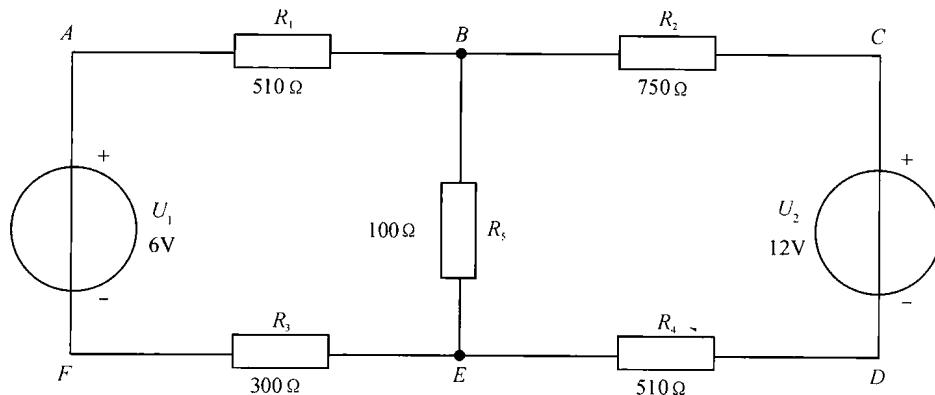

图 2-1 测量电位及电压的实验电路
按图 2-1 所示连接实验电路, 分别将两路直流稳压电源  $U_1$  和  $U_2$  接入电路, 调节电压源的电压, 使  $U_1 = 6V$ ,  $U_2 = 12V$ 。实验步骤如下。
在图 2-1 的电路中, 以点 A 作为电位参考点, 分别测量 B、C、D、E、F 各点的电位及相邻两点间的电压  $U_{AB}$ 、 $U_{BC}$ 、 $U_{CD}$ 、 $U_{DE}$ 、 $U_{EF}$  及  $U_{FA}$ , 将数据记入表 2-1 中。
②D 为参考点时电位和电压的测量。
在图 2-1 的电路中, 以点 D 为参考点, 重复实验步骤①的测量, 将测得数据记入表 2-1 中。
③将以上不同参考点测得的电位和电压值作比较, 得出结论。
在图 2-1 电路中,如果以点 E 作为参考点,已经测得各点的电位值,那么现以点 F 作为参考点,试问各点的电位值有何变化?